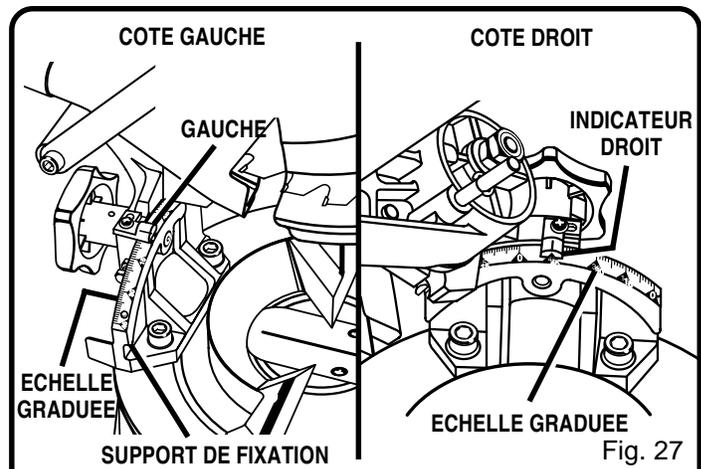

Fig. 27
Voir les Figures 27 et 28.
- Pour votre confort, le support de plateau dispose d'une échelle double. Voir la Figure 27. S'il devient difficile de lire l'un des côtés à mesure que vous déplacez le bras de la scie vers la gauche, reportez vous simplement à l'autre côté. Alignez l'aiguille du côté choisi avec l'angle souhaité.